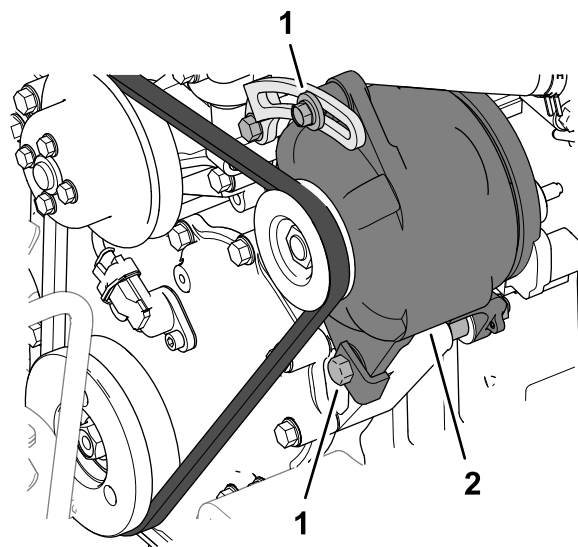

**Figura 103**
5. Si la desviación de la correa es superior o inferior a 10 mm, afloje los pernos de montaje del alternador (Figura 103).